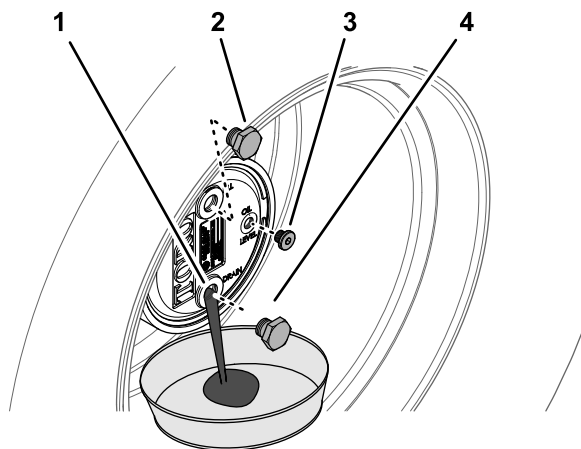

Figura 100
- Retire el tapón de llenado en la posición de las 12 y compruebe el tapón en la posición de las 3 (Figura 100).
- Coloque un recipiente debajo del cubo planetario, retire el tapón de vaciado en la posición de las 6 y deje que se drene el aceite (Figura 100).
- Instale el tapón de vaciado en el orificio de vaciado del alojamiento de los engranajes planetarios (Figura 100).